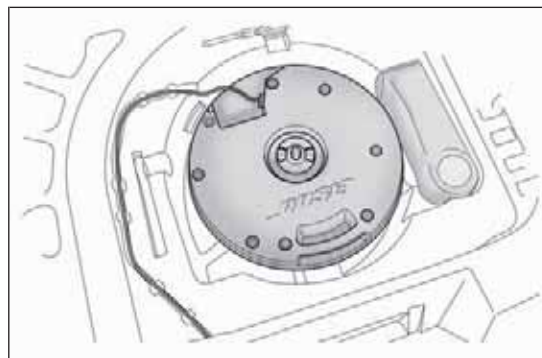

РИС. 127
- возьмите комплект "Kit Fix&Go Automatic", находящийся с левой стороны багажника ( РИС. 127);